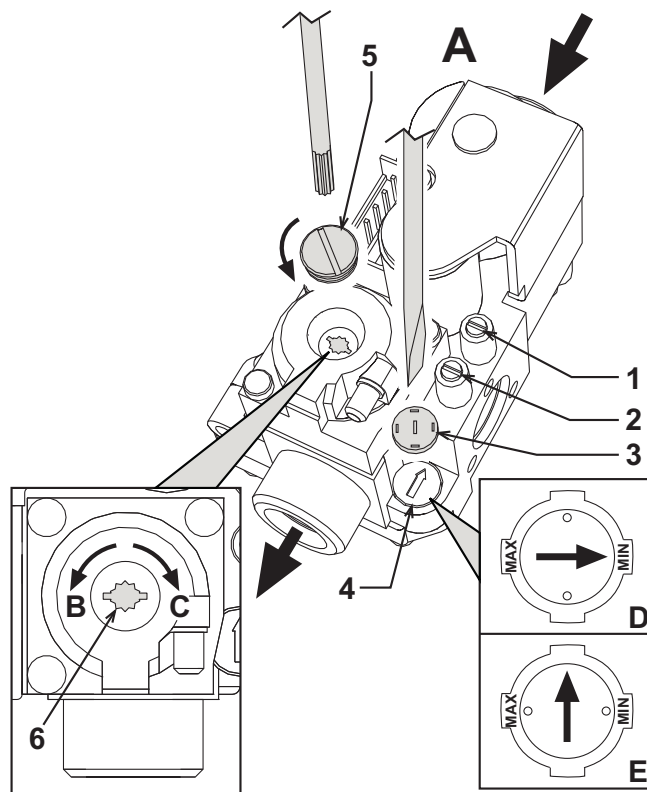

рис. 17 - Регулирование давления
На котле PEGASUS D можно регулировать тепловую производительность топки и, следовательно, тепловую мощность, передаваемую воде системы отопления; это делается исключительно путем регулировки основной горелки с помощью газового вентиля (см. рис. 17). На графиках, приведенных в параграфе сар. 5.2, показано изменение передаваемой воде тепловой мощности в зависимости от изменения рабочего давления горелки. Возможность приведения мощности котла в соответствие с реальными потребностями отопления означает, прежде всего, снижение потерь и экономию топлива. Кроме того, при регулировке мощности, регламентированной также стандартом, котлы сохраняют значения КПД и характеристики сохранения почти без изменений.
1. С помощью небольшой отвертки снимите защитный колпак 5 вторичного привода газового вентиля рис. 17.
2. Подключите манометр к клемме давления 2 (рис. 17), расположенной после газового вентиля, затем переведите ручку термостата котла на максимум.
3. Регулируйте давление с помощью винта 6 (рис. 17) на желаемое значение, руководствуясь диаграммами, приведенными в параграфе сар. 5.2.
2. Снимите с газового вентиля маленький защитный колпачок 3 (рис. 17). С помощью маленькой отвертки регулируйте "СТУПЕНЬ" розжига на основании выбранного для работы газа (**G20-G25** положение **D** рис. 17 или **G30-G31** положение **E** рис. 17); установите на место защитный колпачок.
- Спустите воздух из газопроводных труб через штуцер отбора давления 1 газового вентиля (рис. 17).